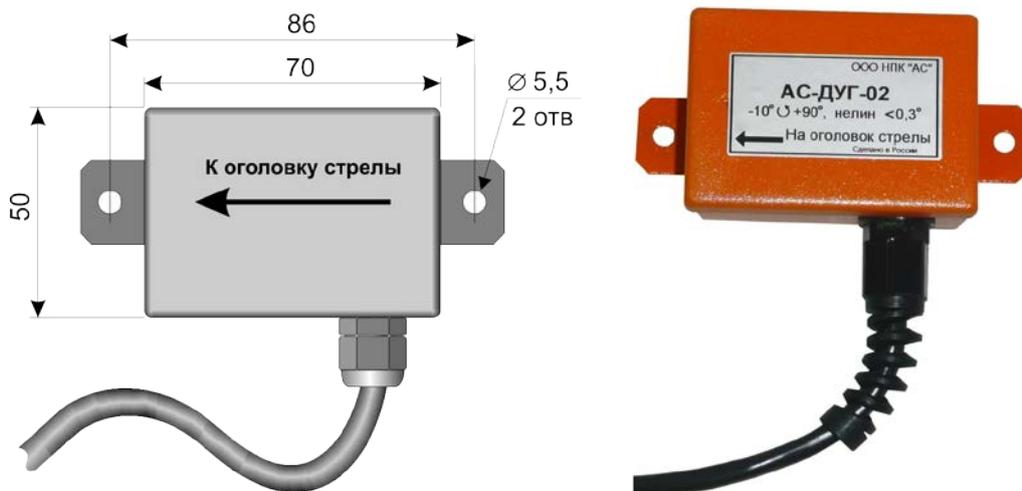

Рис. 6
6.6. Датчик угла наклона стрелы, Рис.6, представляет собой электронный потенциометр, приводимый в действие силой гравитации и преобразующий угол наклона стрелы в электрический сигнал. Датчик угла размещается на боковой поверхности стрелы, в соответствии с разметкой на крышке датчика.